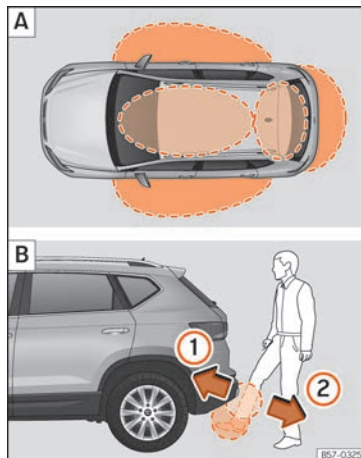

Abb. 139 Schlüsselloses Schließ- und Startsystem Keyless Access: [A] Funktionsbereich. [B] Heckklappe mit der sensorgesteuerten Öffnung (Easy Open) öffnen.
Keyless Access ist ein schlüsselloses Start- und Schließsystem, mit dem das Fahrzeug ohne aktive Fahrzeugschlüsselbenutzung ent- bzw. verriegelt werden kann. Dazu müssen sich lediglich ein gültiger Fahrzeugschlüssel im Erfassungsbereich für den Zugang zum Fahrzeug befinden » **Abb. 139** (A) und eine der Sensorflächen an den Türgriffen » **Abb. 140** berührt oder der Softtouch/Haltegriff der Heckklappe betätigt werden » **Seite 145** » ❶.
Befindet sich ein gültiger Schlüssel in einem der Funktionsbereiche » **Abb. 139** (A), erteilt das Schließ- und Startsystem Keyless Access diesem Schlüssel eine Zugangsberechtigung, sobald eine der Sensorflächen an den Vordertürgriffen oder der Softtouch/Haltegriff an der Gepäckraumklappe betätigt wird. Anschließend sind folgende Funktionen ohne aktive Fahrzeugschlüsselbenutzung möglich:
Wenn sich ein gültiger Fahrzeugschlüssel in der Nähe »» **Abb. 139** **A** der Heckklappe befindet, entriegelt die Heckklappe beim Öffnen des verriegelten Fahrzeugs automatisch.
Befindet sich ein gültiger Schlüssel in der Nähe »» **Abb. 139** **A** der Heckklappe, kann diese durch Bewegung eines Fußes im Bereich der unter dem Stoßfänger gelegenen Sensoren »» **Abb. 139** **B** entriegelt und geöffnet werden.
• Mit einer schnellen Bewegung nähern Sie einen Fuß und unteren Beinteil so weit wie möglich dem Stoßfänger. Der untere Beinteil muss sich dem oberen Sensorbereich, und der Fuß dem unteren Sensorbereich »» **Abb. 139** **B** **1** nähern.
• Entfernen Sie den Fuß und den unteren Beinteil mit einer schnellen Bewegung aus dem Sensorbereich »» **Abb. 139** **B** **2**. Die Heckklappe öffnet sich selbsttätig.